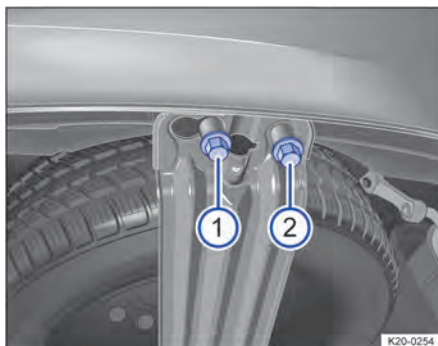

Abb. 216 Unter dem Fahrzeug: Sicherungsschraube ① und Befestigungsschraube ② der Reserveradhalterung.
1. Mit dem Radschlüssel aus dem Bordwerkzeug die Sicherungsschraube → Abb. 216 ① bis zum Leerlauf lösen.
2. Befestigungsschraube → Abb. 216 ② ganz herausschrauben.
6. Befestigungsschraube → Abb. 216 ② vollständig mit dem Radschlüssel einschrauben.
7. Sicherungsschraube → Abb. 216 ① vollständig mit dem Radschlüssel einschrauben.